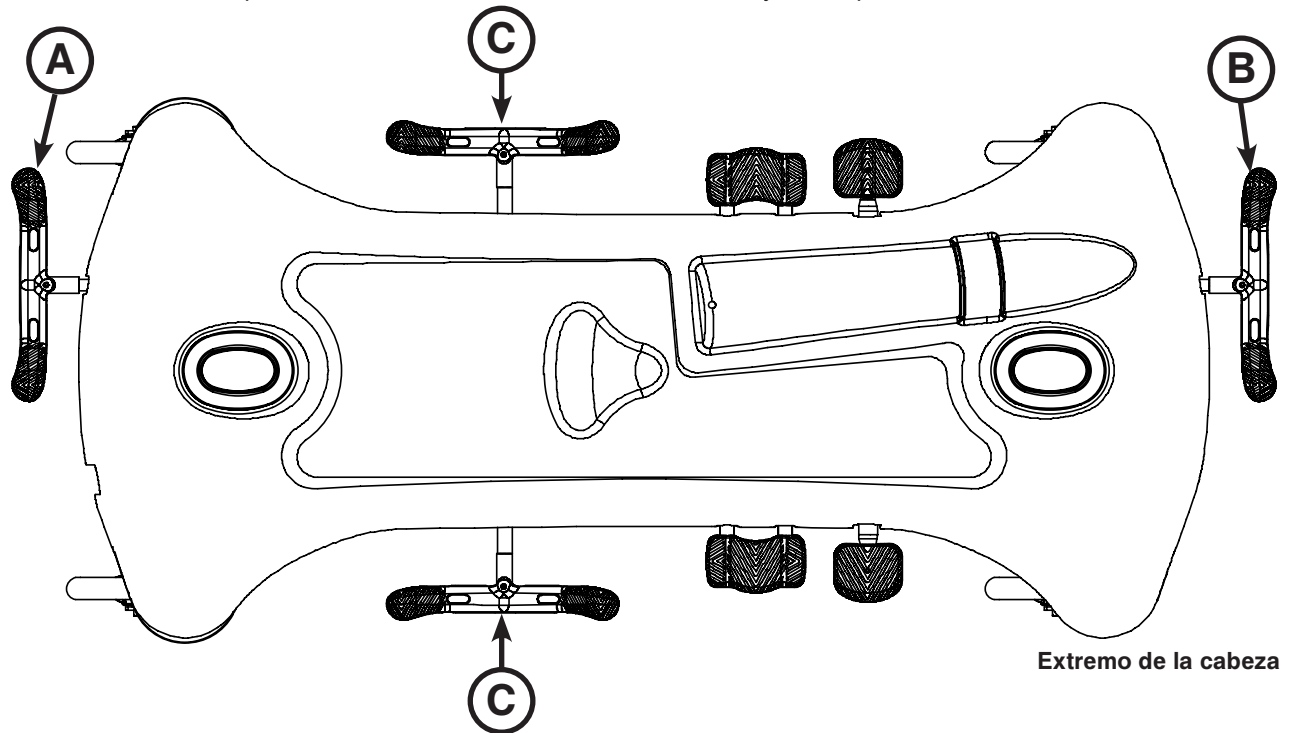

Figura 1: Sistema de freno
Para facilitar la tarea al usuario, en ambos extremos de la camilla hay un pedal de control de freno/dirección, como se muestra en la Figura 1.
**Para accionar la quinta rueda**, presione el lado de la dirección (verde) de uno cualquiera de los pedales de freno/dirección hasta la posición más baja (vea la Figura 1 en la página 4-9).
**Para desactivar la quinta rueda**, presione el lado del freno (rojo) de cualquier pedal de freno/dirección para ponerlo en la posición neutra (vea la Figura 1 en la página 4-9).